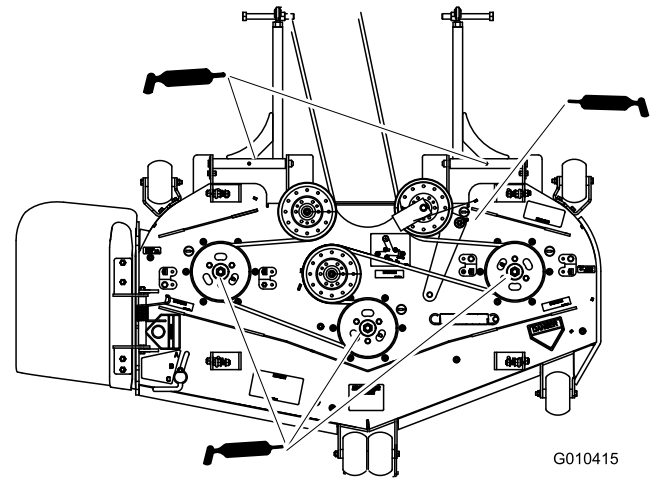

Figura 33
4. Engrase los puntos de engrase de los cojinetes de los 3 ejes (Figura 33).
5. Engrase el brazo tensor de la carcasa del cortacésped (Figura 33).
6. Lubrique los puntos de engrase de los brazos de empuje (Figura 33).